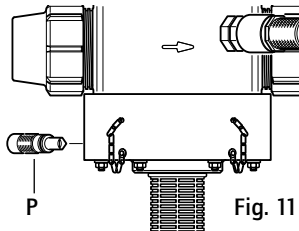

Fig. 11
- Svitare anche la vite di spurgo (**Fig. 11-P**), toglierla e lasciare scorrere l'acqua.